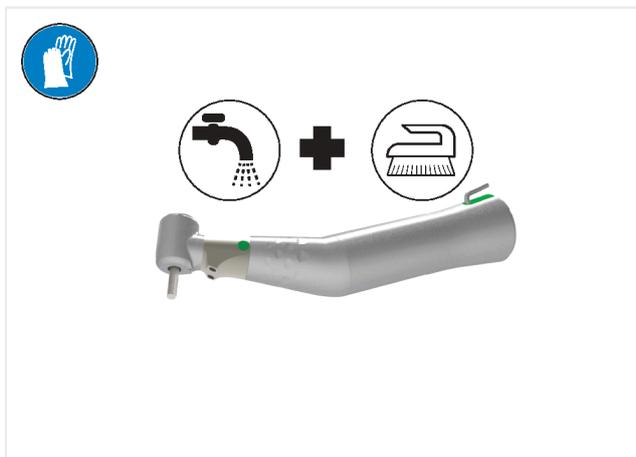

FIG. 4
1. Limpe o exterior e o interior do dispositivo com água corrente entre 15 °C e 38 °C (59 °F-100 °F), desde que a água corrente apresente um pH entre 6,5 e 8,5 e um teor de cloro inferior a 100 mg/l. Se a água da rede local não cumprir estes requisitos, utilize água desmineralizada (desionizada). (FIG. 4)